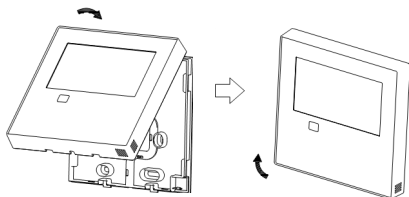

Abb. 3-9
- Nach dem Aufsetzen des oberen Gehäuses und dem Schließen des oberen Gehäuses ist darauf zu achten, dass die Verkabelung während des Einbaus nicht eingeklemmt wird. (Abb. 3-9)